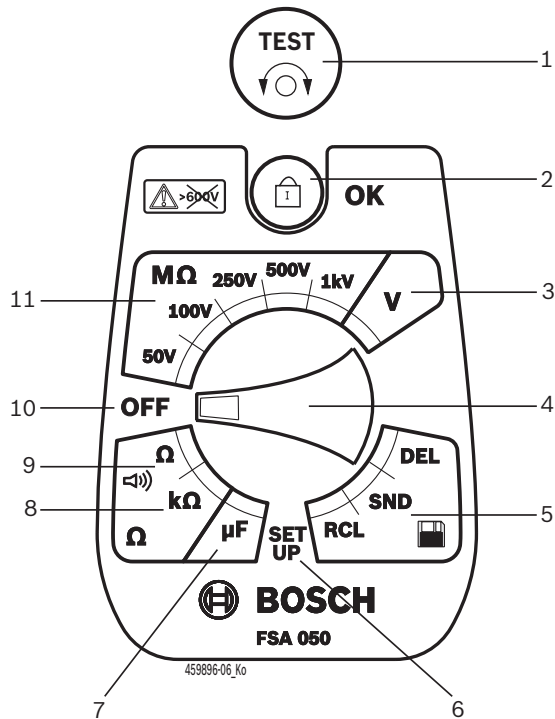

Fig. 2: Commutateur rotatif/touches
- Positionner le commutateur rotatif sur <SETUP> (Fig. 2, pos. 6).
- Appuyer pendant environ 2 secondes sur <TEST> (Fig. 2, pos. 1).
- Appuyer sur </OK> pour enregistrer la valeur souhaitée (Fig. 2, pos. 2).